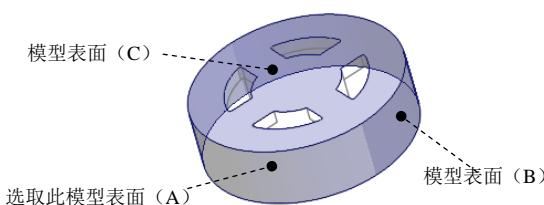

图 18.6 定义复制曲面
(1) 在屏幕右下方的“智能选取栏”中选择“几何”选项。
(2) 选取要复制的面组，操作方法如下。
① 选择 **视图** 功能选项卡 **模型显示** ▾ 区域中的“显示样式”按钮 ，按下 线框 按钮，将模型的显示状态切换到实线线框显示方式。
② 将模型调整到图 18.6 所示的视图方位，采用“从列表中拾取”的方法选取图 18.6 所示的模型表面 (A)，按住 Ctrl 键，采用同样的方法选取模型表面 (B) 和模型表面 (C)。
(3) 单击 **模具** 功能选项卡 **操作** ▾ 区域中的“复制”按钮 .
(4) 单击 **模具** 功能选项卡 **操作** ▾ 区域中的“粘贴”按钮 。系统弹出 **曲面：复制** 操控板。
(5) 填补复制曲面上的破孔。在操控板中单击 **选项** 按钮，在“选项”界面选中 **排除曲面并填充孔** 单选项，选择图 18.6 中的模型表面 (C)。
(6) 单击操控板中的 按钮。